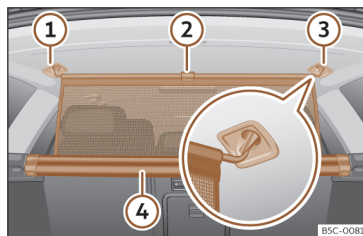

Fig. 181 En el maletero: enganchar la red de separación.
- Tire hacia arriba de la lengüeta >>> fig. 181 ② para sacar la red de la carcasa ④.
- Enganche la red de separación en el lado derecho o izquierdo ③ (imagen ampliada).
- Enganche la red de separación en el alojamiento del otro lado ① estirando la barra.